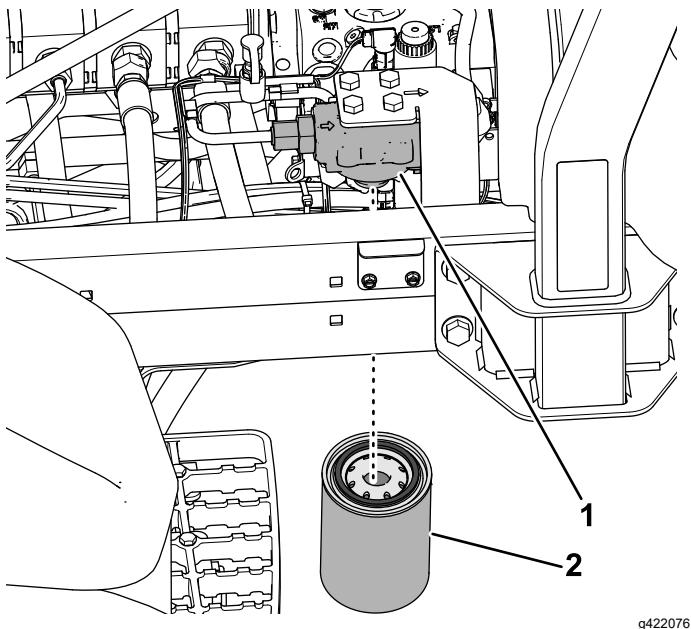

Figure 107
3. Placez un bac de vidange sous le filtre de charge, sur le côté gauche de la machine (Figure 107).